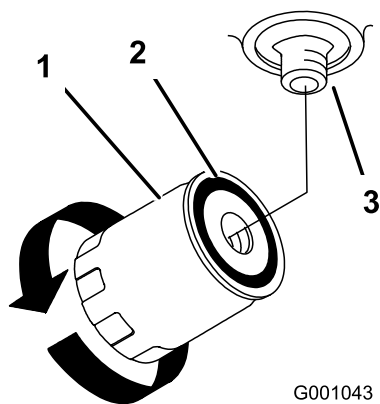

Figure 75
4. Déposez le filtre usagé et essuyez la surface du joint de l'adaptateur (Figure 75).
7. Tournez le filtre dans le sens horaire jusqu'à ce que le joint touche l'adaptateur, puis donnez 1/2 tour supplémentaire (Figure 75).